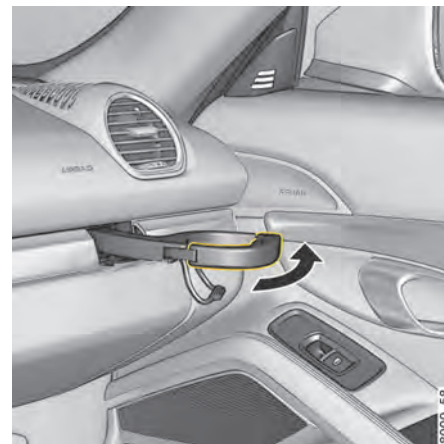

Fig 178 : Déploiement d'un porte-gobelet
1. Sortez le support (Fig. 178).